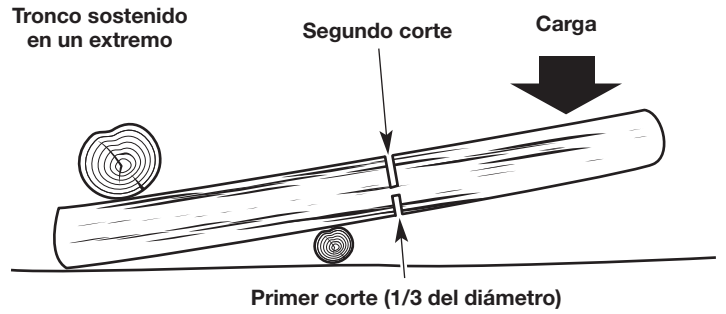

Fig. 19
- Si el tronco está sostenido en un extremo (Fig. 19), haga el primer corte desde el lado de abajo (tronzado desde abajo). Consulte *Tronzado desde abajo*.